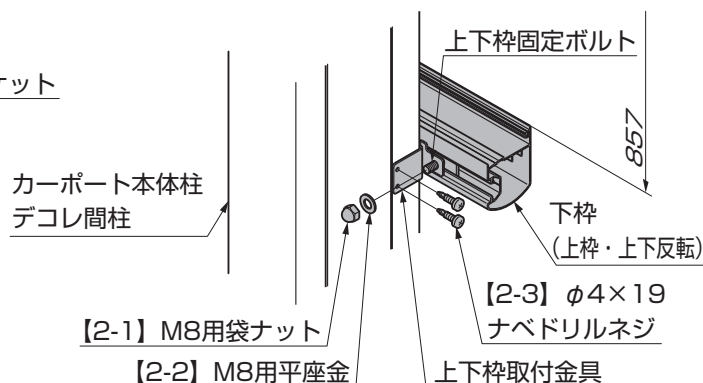

図7-2 下枠(間柱側上枠)
- ②下枠に上下枠取付金具を【2-1】と【2-2】で仮止めしてください。(図7-2参照)
- ③柱に下枠を【2-3】で取付けてください。(図7-2参照)